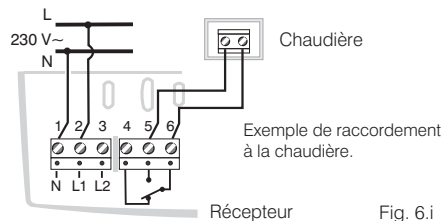

Fig. 6.i
Avec référence aux figures 6.i, 7.i e 8.i :
- Maintenir la pression sur la **touche "—/—" jusqu'à l'émission d'un simple signal sonore**; puis la relâcher: **la LED est clignotante** (fig.6).